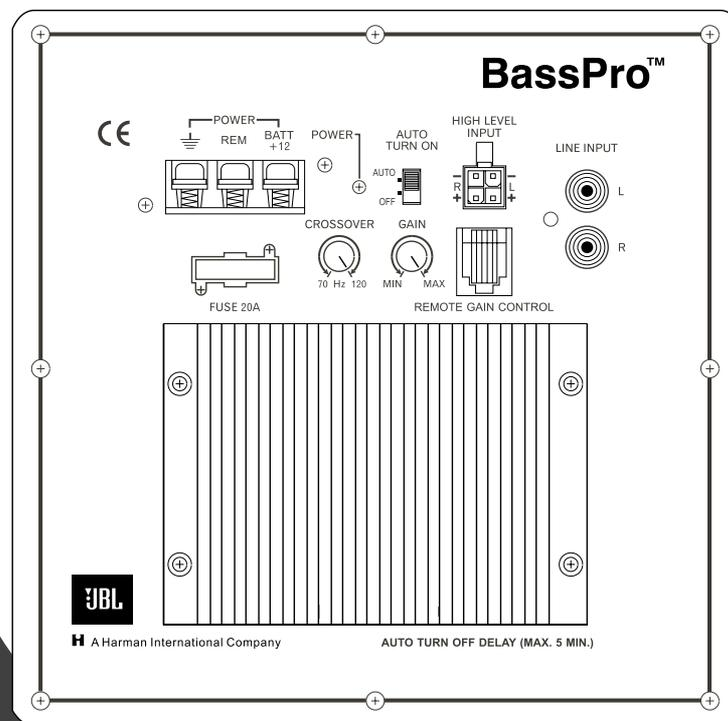

Figura 10.
Il Bass Pro è provvisto di controlli e indicatori che facilitano la sua integrazione con qualsivoglia singola proprietà acustica dell'abitacolo. Tali controlli e indicatori sono posti sul pannello dell'amplificatore come mostrato in **Figura 10**.
2. Sul pannello dell'amplificatore BassPro, selezionate il controllo di crossover alla sua massima frequenza come mostrato in **figura 10**.